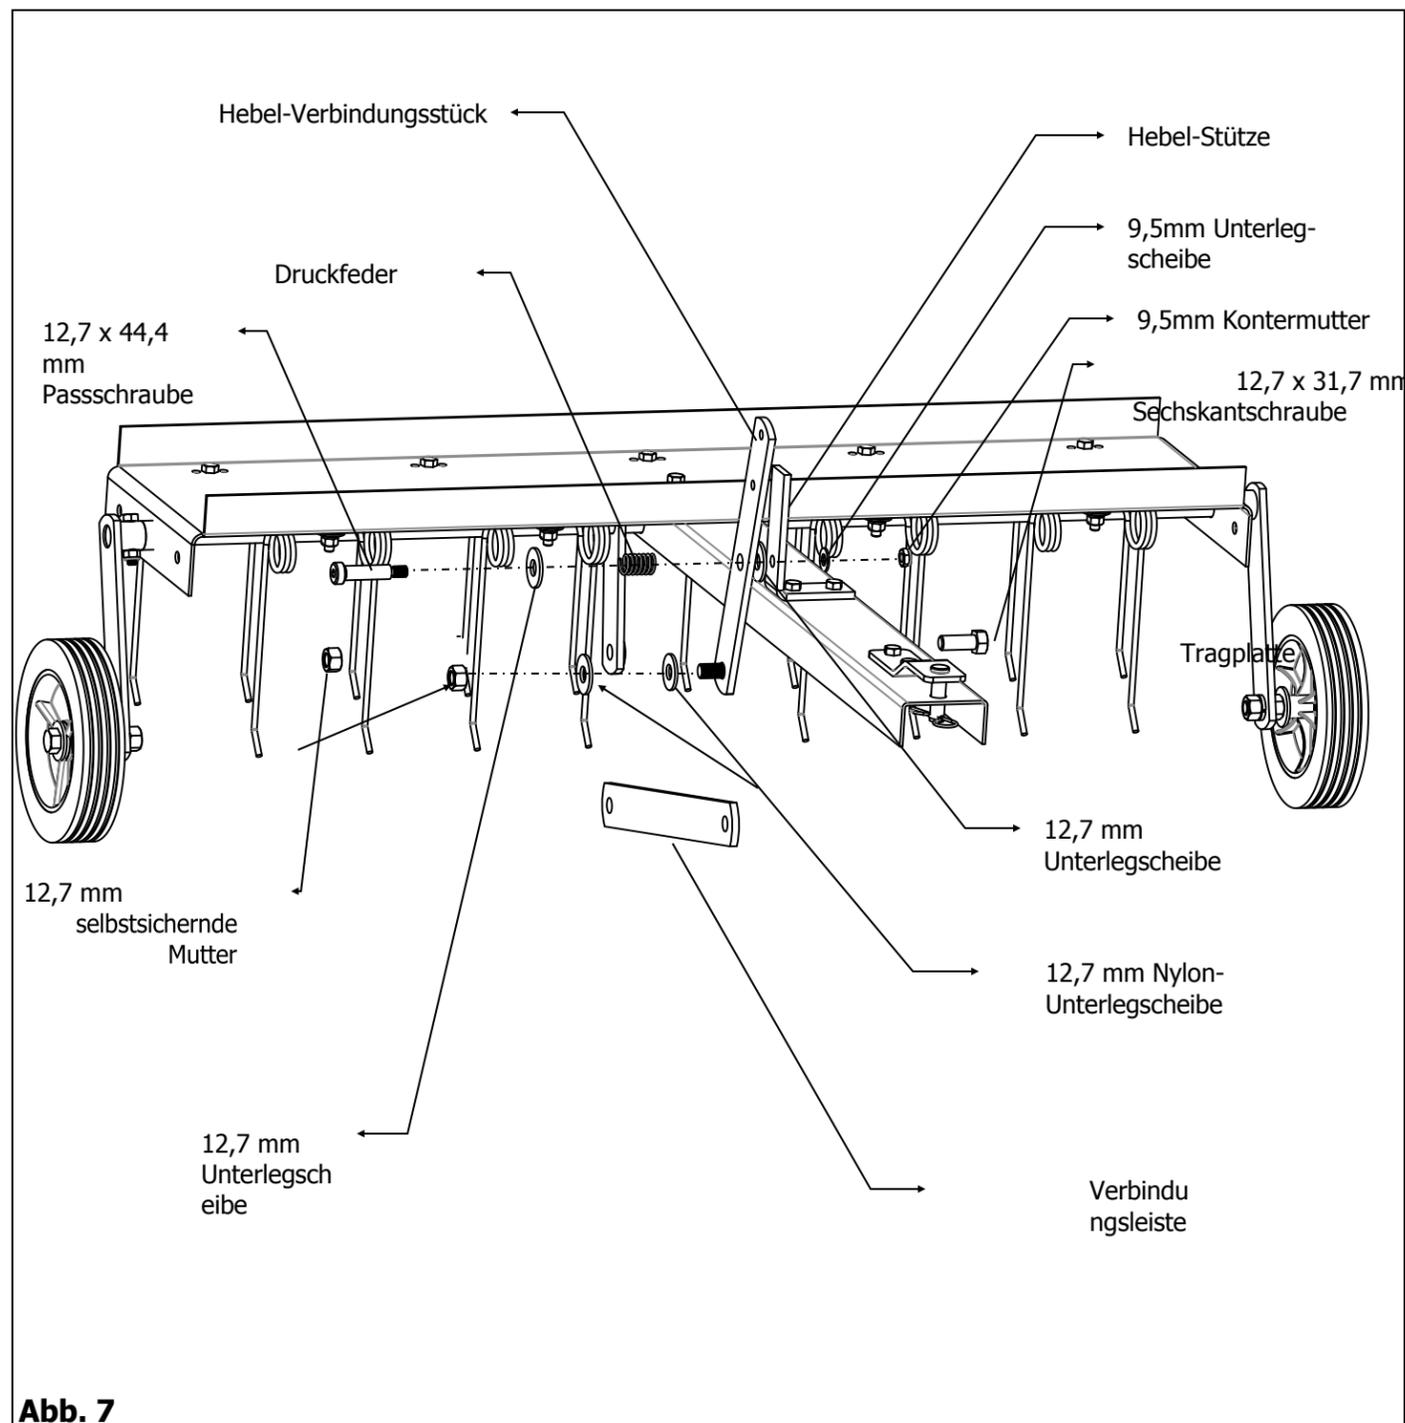

Abb. 7
7. Legen Sie die 12,7 mm Unterlegscheibe auf den Gewindebolzen am Hebel-Verbindungsstück, stecken Sie den Bolzen in eines der Löcher in der Verbindungsleiste und sichern Sie ihn mit einer 12,7 mm selbstsichernden Mutter (ziehen Sie die Mutter ganz fest und lösen Sie sie dann wieder um eine halbe Umdrehung). Stecken Sie eine 12,7 x 38,1 mm Sechskantschraube in das Achsverbindungsstück, legen Sie eine 12,7 mm Nylon-Unterlegscheibe auf die Schraube, stecken Sie die Schraube in das hintere Loch der Verbindungsleiste und sichern Sie sie mit einer 12,7 mm selbstsichernden Mutter. Stecken Sie die 12,7 mm x 44,4 mm Passschraube in eine 12,7 mm Unterlegscheibe, die Druckfeder und eine weitere 12,7 mm Unterlegscheibe. Stecken Sie die Schraube in das größere, mittlere Loch der Verbindungsleiste, gefolgt von einer 12,7 mm Unterlegscheibe. Stecken Sie die Schraube in das eine Loch im vertikalen Abschnitt der Einstellhebel-Stütze und sichern Sie sie mit einer 9,5 mm Kontermutter. Siehe Abbildung 7.